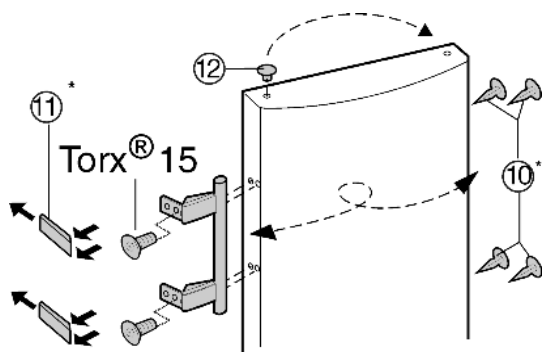

Fig. 7
- ▶ Wyciągnąć wkładkę Fig. 7 (12) z zawiasu drzwi i przełożyć na drugą stronę.
- ▶ Zdemontować uchwyt drzwi, zatyczki Fig. 7 (10) oraz płytki dociskowe Fig. 7 (11) i przełożyć je na przeciwną stronę.